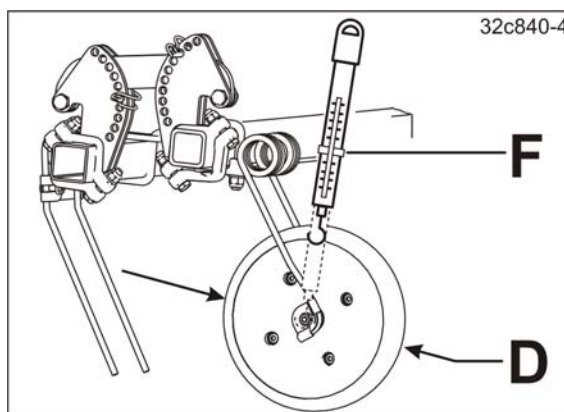

Fig. 183
4. Den Rollenandruck an den Boden, z.B. mit einer Federwaage (siehe Fig. 183/1) prüfen.